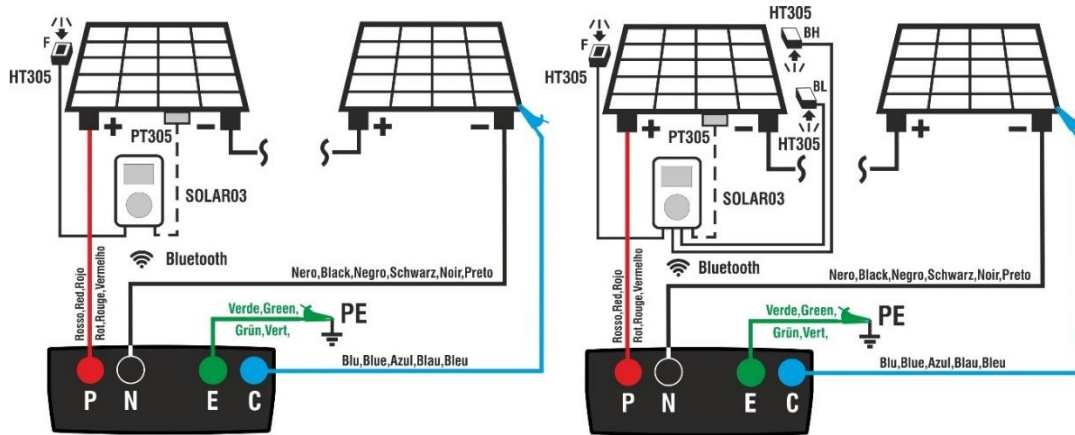

Fig. 12: Uso con SOLAR03 in connessione diretta su moduli Mono/Bifacciali
2. Collegare lo strumento al modulo/stringa in prova ed eventualmente al nodo principale di terra dell'impianto e alle masse metalliche messe a terra come mostrato in Fig. 12. In particolare:
- **Nel caso di moduli Bifacciali** → posizionare le **3 celle di riferimento HT305** sul piano frontale del modulo (**F**), sulla parte posteriore superiore (**BH=BackHigh**) e sulla parte posteriore inferiore (**BL=BackLow**) del modulo. Collegare la cella di riferimento frontale (F) all'ingresso "INP1", la cella di riferimento BH all'ingresso "INP2", la cella di riferimento BL all'ingresso "INP3" ed **eventualmente** la sonda di temperatura **PT305** all'ingresso "INP4" dell'unità remota. In accordo alla normativa IEC/EN60904-1-2, lo strumento calcola il valore di Irraggiamento frontale equivalente (**Irreq**) che corrisponde all'Irraggiamento sul solo piano frontale producendo gli stessi effetti dell'Irraggiamento rilevato su entrambe le facce tenendo conto del **coefficiente di bifaccialità** (φ) del modulo in base alla seguente relazione: